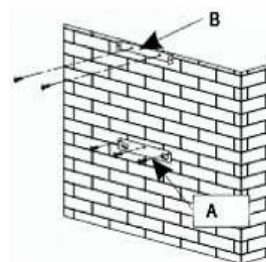

Bild.1
Om du har ett utlopp till utomhusmiljö (bild. 1) Din kåpa kan anslutas till det här systemet med hjälp av en rökkanal (minsta diameter  $\varnothing$  mm som är emaljerad, i aluminium, flexible eller är tillverkad av oantändligt material). Om din rökkanal är mindre än 125mm i diameter så **måste du använda återvinningsläget**.
- Borra de tre hålen med en diameter på 8 mm på en lämplig plats på väggen och sätt i pluggarna (del A, bild 1).
- Säkra kåpans upphängningsenhet och se till så att den sitter helt plant (del A, bild 1.)
- Beräkna den definitiva höjden för att fixera kanalkonsolens U-fäste (del B, bild 1).
- Borra hål med 8 mm diameter och se till så att de är fixerade på stödfästet längs samma axel som kåpan (del B, bild 1).